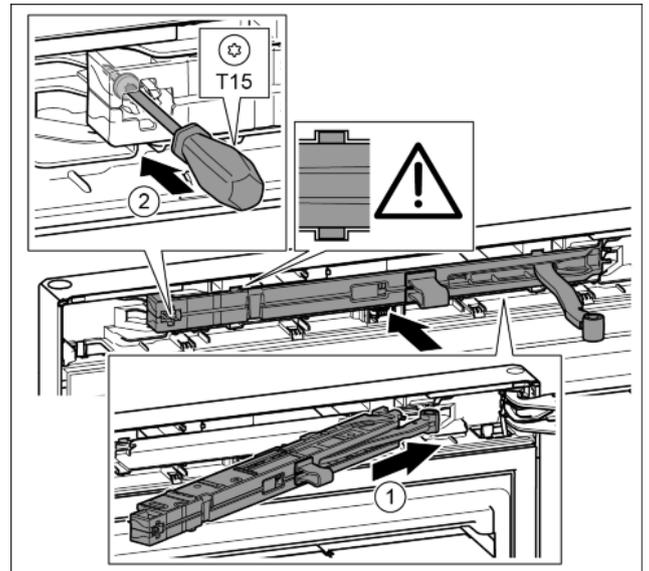

Fig. 48
- ▶ Inclinando nell'incavo spingere l'unità dell'ammortizzatore di chiusura sul lato del blocco di supporto fino alla battuta. Fig. 48 (1)
- ▶ Stringere la vite con un cacciavite T15. Fig. 48 (2)